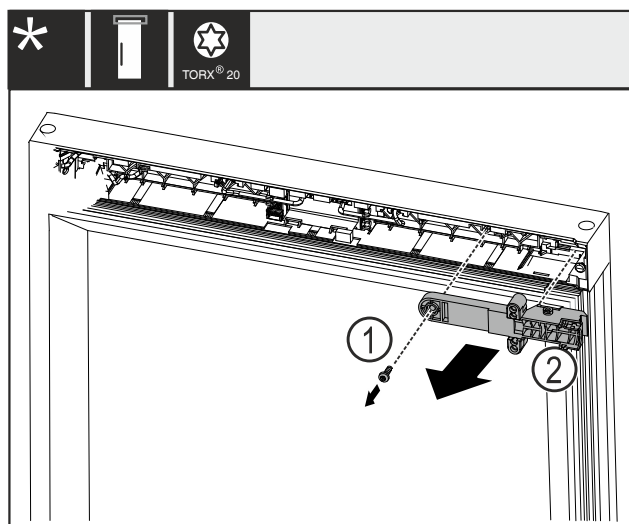

Fig. 11
- Retirer la vis Fig. 11 (1).
- Retirer la pièce de maintien du verrou Fig. 11 (2).